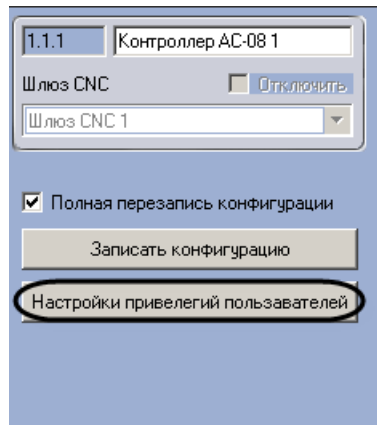

Рис. 3.5—4 Настройки привелегий пользователей
1. Перейти на панель настроек объекта **Контроллер AC-08** (Рис. 3.5—4) .
- Нажать кнопку **Настройки привелегий пользователей** (см.Рис. 3.5—4).